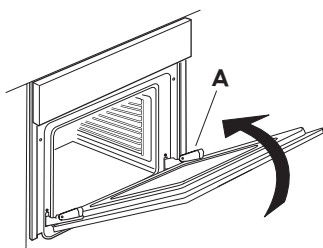

Fig. 2
3. Închideți ușa cât mai mult (A), ridicați-o (B) și rotiți-o (C) până când se deblochează (D) (Fig. 2, 3, 4)